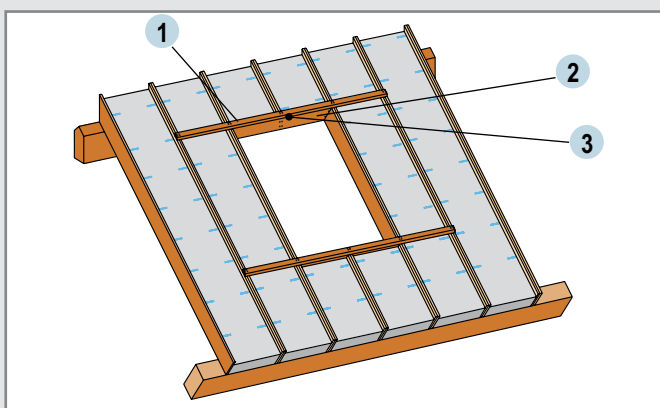

Fig. 22 : Chevêtre simplifié pour fenêtre de toit 114 x 118
- Fixation des entretoises sur les extrémités des chevrons coupés des Fibratop Silver ou Fibratop ERP par 2 pointes torsadées lardées (1 pointe en haut et une pointe en bas). (fig. 22 et 23).